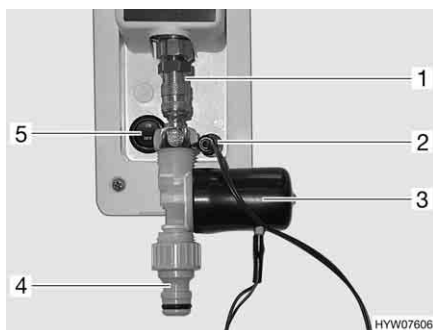

Fig. 133 Allacciamento acqua potabile COLORADO
Inserire l'unità valvola sul gancio della chiusura rapida (Fig. 133,1) sul veicolo.
- Inserire un tubo flessibile per l'acqua con il gancio, sul gancio della chiusura rapida (Fig. 133,4).
- Inserire la spina (Fig. 133,2) per l'alimentazione elettrica della valvola di non ritorno (Fig. 133,3).
- Portare l'interruttore a bilico (Fig. 133,5) in posizione "OFF". La pompa dell'acqua nel veicolo non è in funzione.
- Portare l'interruttore a bilico (Fig. 133,5) in posizione "ON". La pompa dell'acqua nel veicolo è di nuovo in funzione.
- Estrarre la spina (Fig. 133,2) per l'alimentazione elettrica della valvola di non ritorno.
- Spingere verso l'alto l'anello di fissaggio sul gancio della chiusura rapida (Fig. 133,1), rimuovere l'unità valvola e depositarla in un ambiente protetto dal gelo.